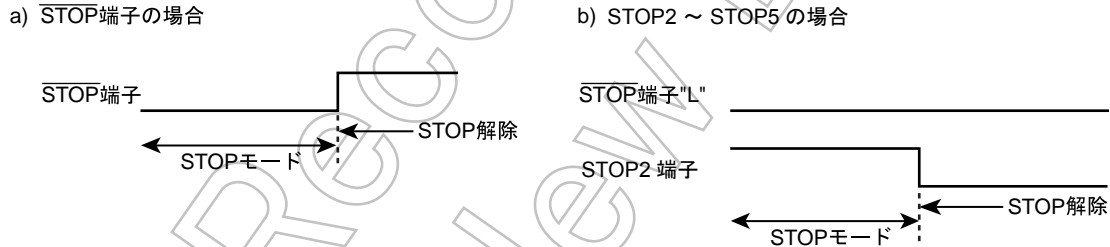

図 13-3 STOP 端子と STOP2 ~ STOP5 端子の優先順位
- 注 6) STOP2 ~ STOP5 入力によって STOP モードを解除する (“L” レベル) 場合は、STOP モード中  $\overline{\text{STOP}}$  端子を必ず “L” レベルに固定してください。(図 13-3)